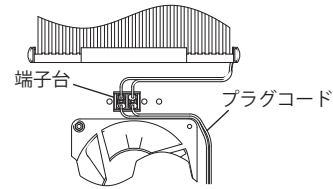

図 8 電源端子台の位置変更③
5. 端子台にプラグコードを接続してください。(P.6 図8)